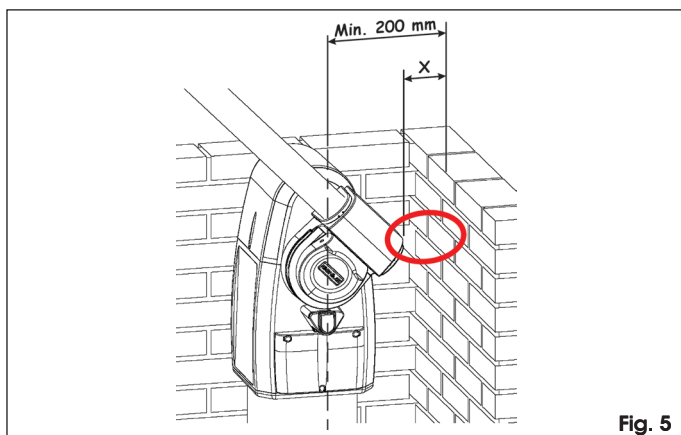

Fig. 5
- Controle que se respeten los espacios mínimos de maniobra indicados en la Fig. 5.
Si la cota "X", evidenciada en la Fig. 5, es inferior a 500 mm es **OBLIGATORIO** proteger la zona evidenciada con un dispositivo de protección conforme con la norma UNI EN 12978